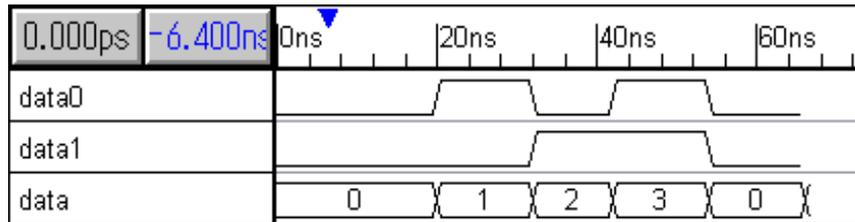

図2.15 遷移マーカを消去しようす
16. 最後に[Edit]-[Clear Red Events]メニューを起動して遷移マーカを消去します(図2.15)。